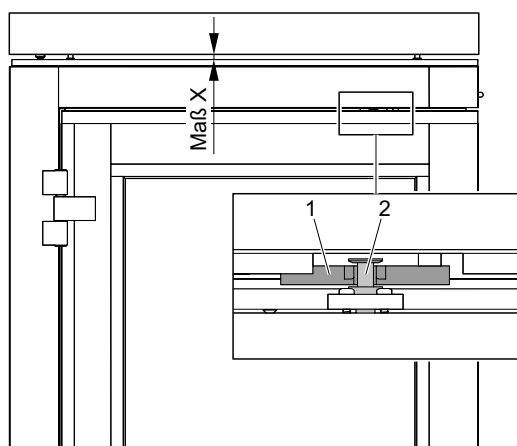

Abb. 26: Aufnahme einstellen
- ▶ Drehen Sie die Druckplatte nach oben, wenn die Aufnahme (Abb. 26/1) für den Pilzkopf (Abb. 26/2) über den Pilzkopf hinaus geht oder das Maß X > 20 mm beträgt.
- ▶ Drehen Sie die Druckplatte nach unten, wenn sich die Aufnahme (Abb. 26/1) von dem Pilzkopf (Abb. 26/2) vor der Ausnehmung im Profil befindet oder das Maß X < 20 mm beträgt.